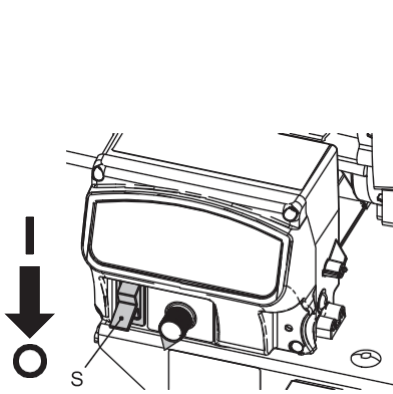

Fig. 8
1. Poziționați comutatorul motorului (S) în poziția OFF. (Fig. 8)